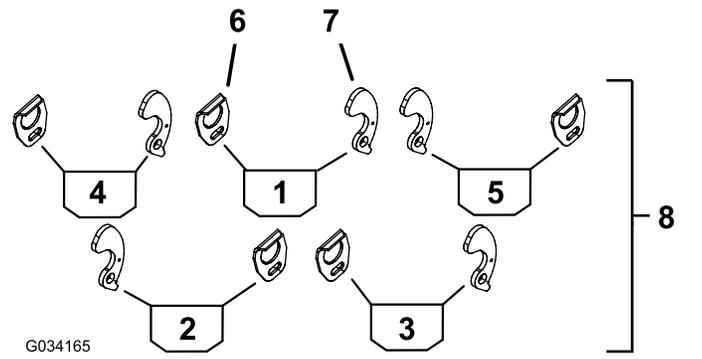
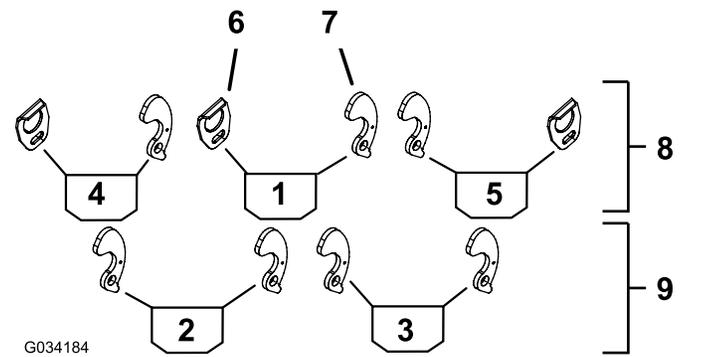
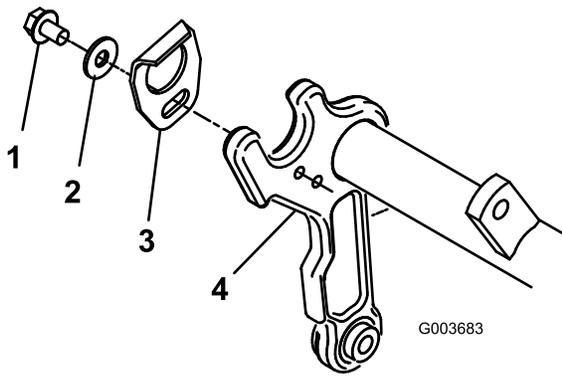

图3
图4
图5
2. 使用图3或图4确定集草斗导向架红色或集草斗支架黑色必须安装在承载架上的位置。
注意 图3 适用于 Reelmaster 5210/5410/5510/5610 系列。图4 适用于 Reelmaster 3550 系列和 5010-H 系列。
3. 用螺栓5/16 x 1/2 英寸和扁平垫圈3/8 x 7/8 英寸将集草斗导向架安装到每个承载架的相应一侧图3。如图5所示固定组件的位置。